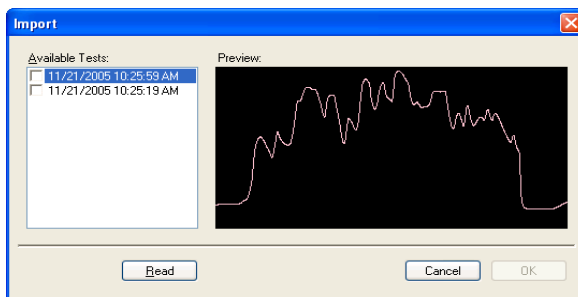

図 55: Import ウィンドウを開き “Read” をクリックし保存されたファイルを表示します
5. 2 - 4 の手順により **Import** ウィンドウを開き **Read** ボタンをクリックしてください。PGA-710 からダウンロードできるすべてのファイルの日付と時刻を表示します。ファイル名を反転させるとプレビューウィンドウに表示されます。(図55)